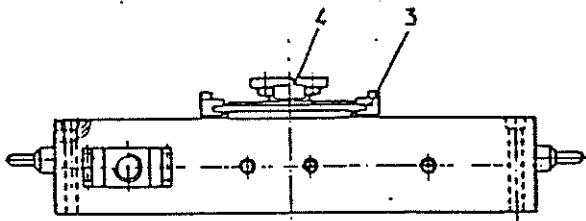

Figure 1
Les positions fin de course sont signalées par les détecteurs de proximité type PNP 24 V qui sont actionnés par la came (8). Les amortisseurs sont réglables de l'extérieur au moyen des boutons crantés (15, fig. 1).
La partie hydraulique du cylindre rotatif est raccordée à un réservoir de compensation (0,05 litre de contenance). Lorsque la quantité d'huile descend en-dessous de 15 % de la capacité du réservoir, cette situation est signalée par l'indicateur de niveau d'huile, ce qui nécessite un apport d'huile par le bouchon de remplissage (9, fig. 1) Dans ce cas, il est recommandé d'ouvrir l'un des purgeurs (8) et d'y raccorder un manomètre. On ajoutera de l'huile jusqu'au moment où apparaît une pression de 8 bar. Le trop-plein d'huile pourra s'écouler par le 2ème purgeur.
Le jeu des patins est ajustable au moyen des vis de réglage (48). Dans ce cas, dévisser les racleurs (14 et 68) Fig. 1, et ajuster les patins contre la bande en acier à ressort, en commençant par ceux disposés verticalement, par paire.
Pour le raccordement des autres modules, la tête est munie de 5 connecteurs tripolaires, type G/09-0078-00-03. Ils sont reliés par un câble spiralé au connecteur d'alimentation électrique (30 et 31, fig. 1) et servent au raccordement des autres détecteurs de proximité.